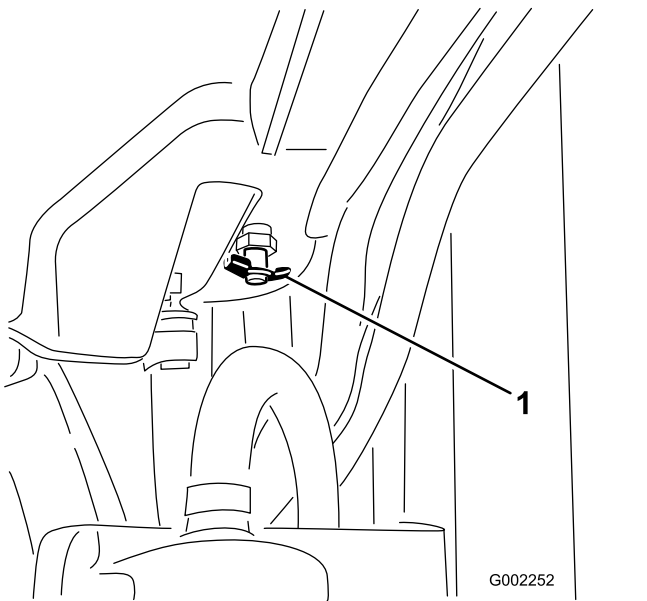

图 86
4. 打开排放阀将冷却液排到盘中图 86。
5. 关闭排放阀图 86。